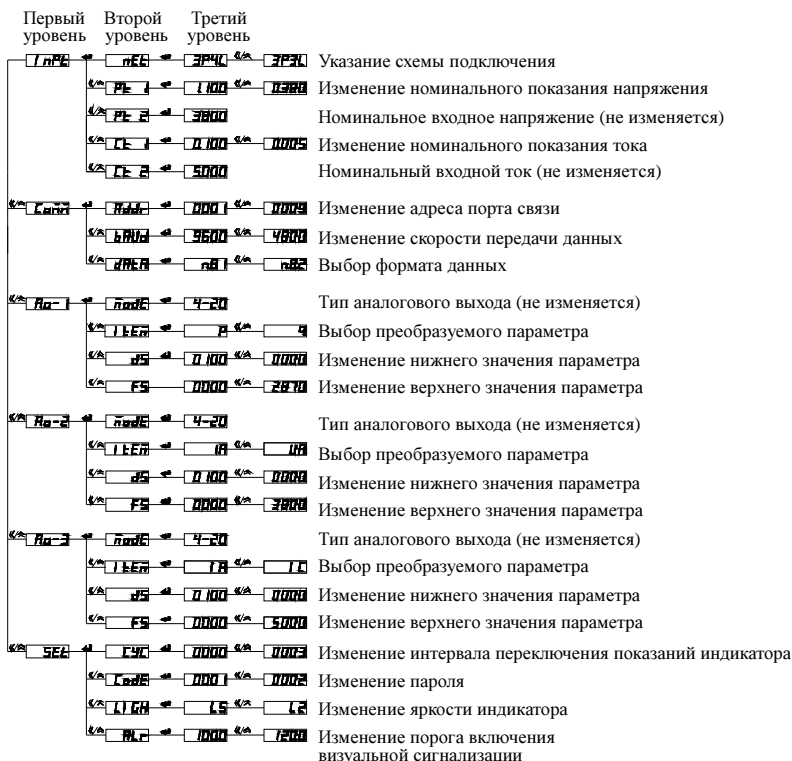

Рис. 4.15 – Структура меню программирования прибора PD194UI-2K4T
4) На рис. 4.15 приведена структура меню программирования трехфазного ампервольтметра PD194UI-2K4T.